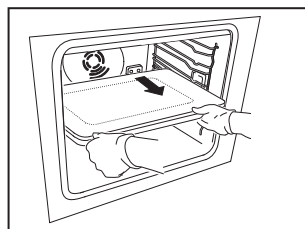

Fig. 3
1. Com ambas as mãos, agarre na placa de indução e retire-a. Poderá ser necessário um pouco de força para desencaixar a placa da tomada (Fig. 3).